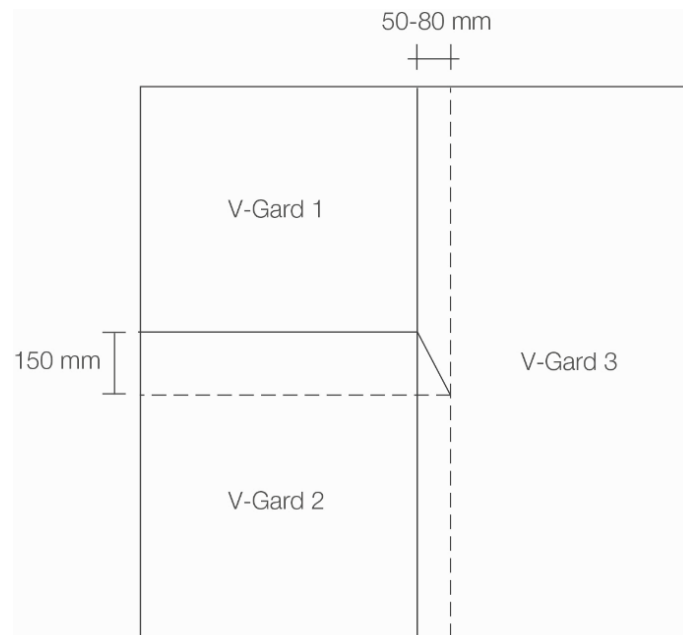

Abbildung 3
- Die unten liegende V-Gard Bahn an T-Stößen wie abgebildet schräg einschneiden (Abbildung 3). Dadurch wird das Risiko für eine Kapillarbildung verringert.